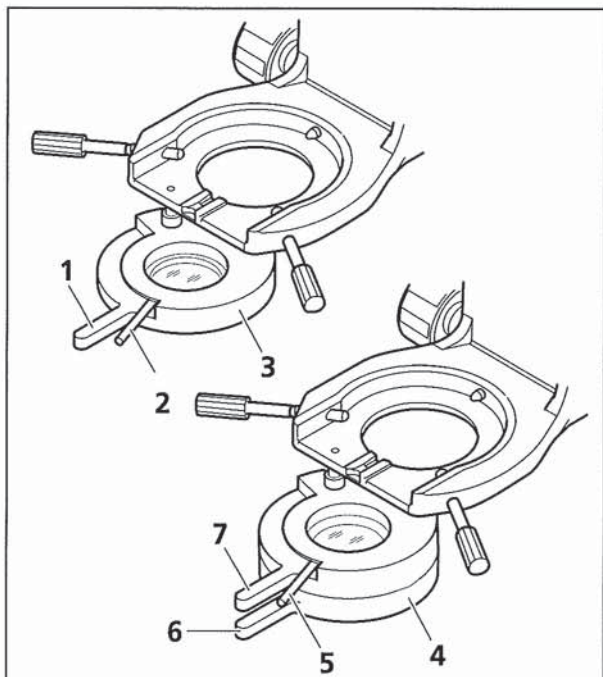

Bild 2-22 Polarisatoren
Polarisator D, 90° drehbar, ausschaltbar (Bild 2-22/3)
- Polarisator über Griff (Bild 2-22/1) ein-/ausschwenkbar
- Polarisator mit Hebel (Bild 2-22/2) um 90° drehbar
Polarisator, fest mit Lambda-Platte, drehbar, (Bild 2-22/4)
- Polarisator über Griff (Bild 2-22/6) ein-/ausschwenkbar
- Lambda-Platte über Griff (Bild 2-22/7) ein-/ausschwenkbar
- Lambda-Platte mit Hebel (Bild 2-22/5) drehbar